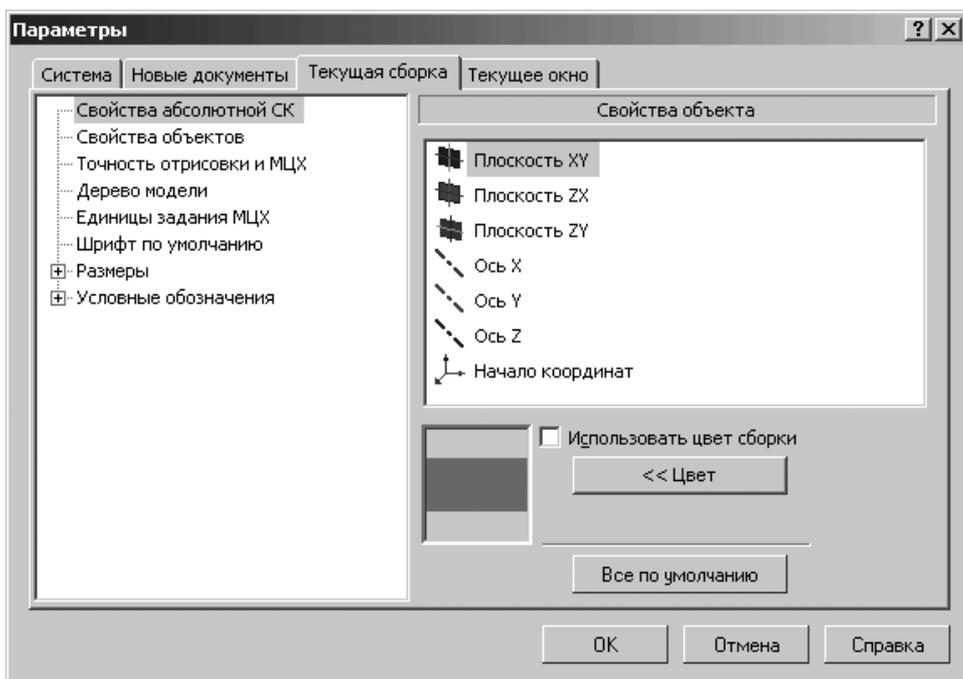

Рис. 6.25. Диалоговое окно **Параметры**
- щелкните по пункту **Свойства плоскостей проекций**. В правой части появится панель – **Свойства объекта**, показанная на рис. 6.25.